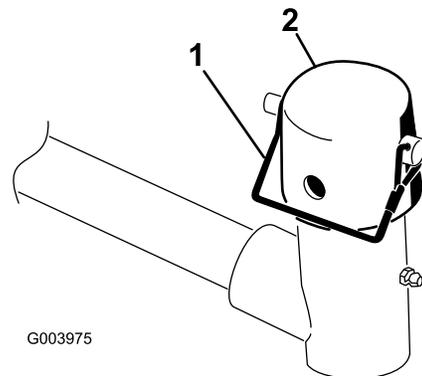

Bild 7
6. Nehmen Sie den Einraststift und die Kappe vom Gelenkjoch des Hubarms ab (**Bild 7**).
10. Befestigen Sie die Kappe und den Trägerrahmenschaft mit dem Einraststift am Hubarmjoch. Verwenden Sie den Schlitz, wenn Sie die Schneideinheit lenken möchten, oder das Loch, wenn Sie die Schneideinheit arretieren möchten (Bild 7).